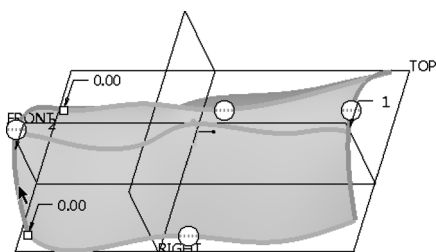

图 7-11 指定第二方向链
4) 在“边界混合”选项卡的 (第二方向链收集器) 框中单击, 将该收集器激活, 然后选择曲线 4, 按住〈Ctrl〉键的同时选择曲线 5, 如图 7-11 所示。